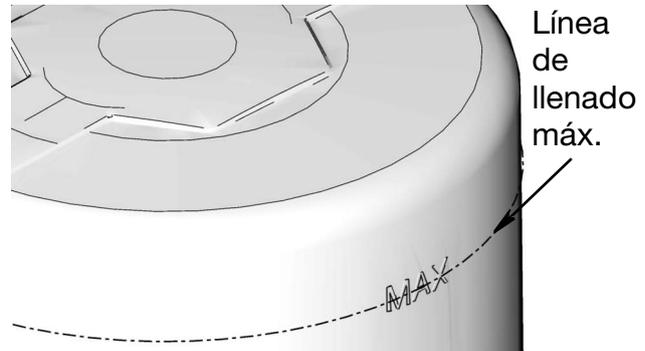

FIG. 12
- No llene en exceso (FIG. 12).